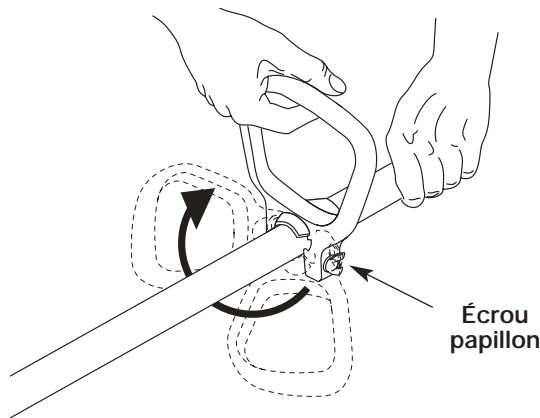

Fig. 1
1. Repérez l'écrou papillon sur la poignée en D. Dévissez l'écrou papillon suffisamment pour desserrer la poignée en D (Fig. 1).
2. Tournez la poignée en D à la verticale, sur le devant du corps de l'arbre (Fig. 1).